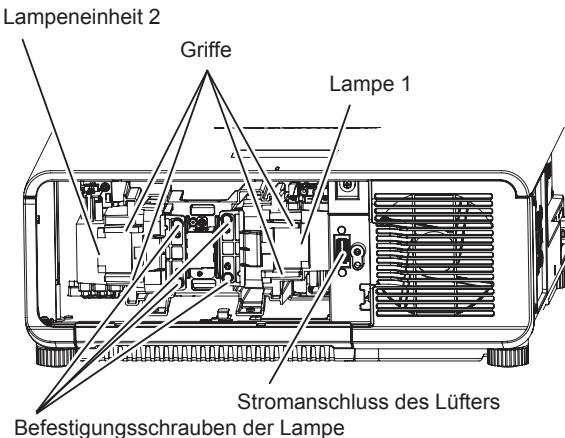

Abb. 2
#### 2) Ziehen Sie das Luftfiltergehäuse heraus. (Abb. 2)
- 3) Entfernen Sie die Lampeneinheit. (Abb. 2)**